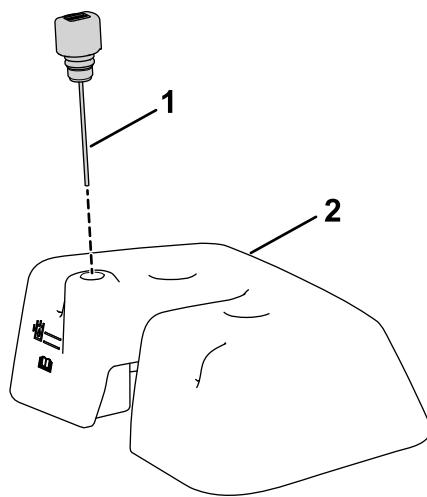

Figura 14
5. Montate l'asta di livello sul serbatoio del rivelatore di perdite (Figura 14).